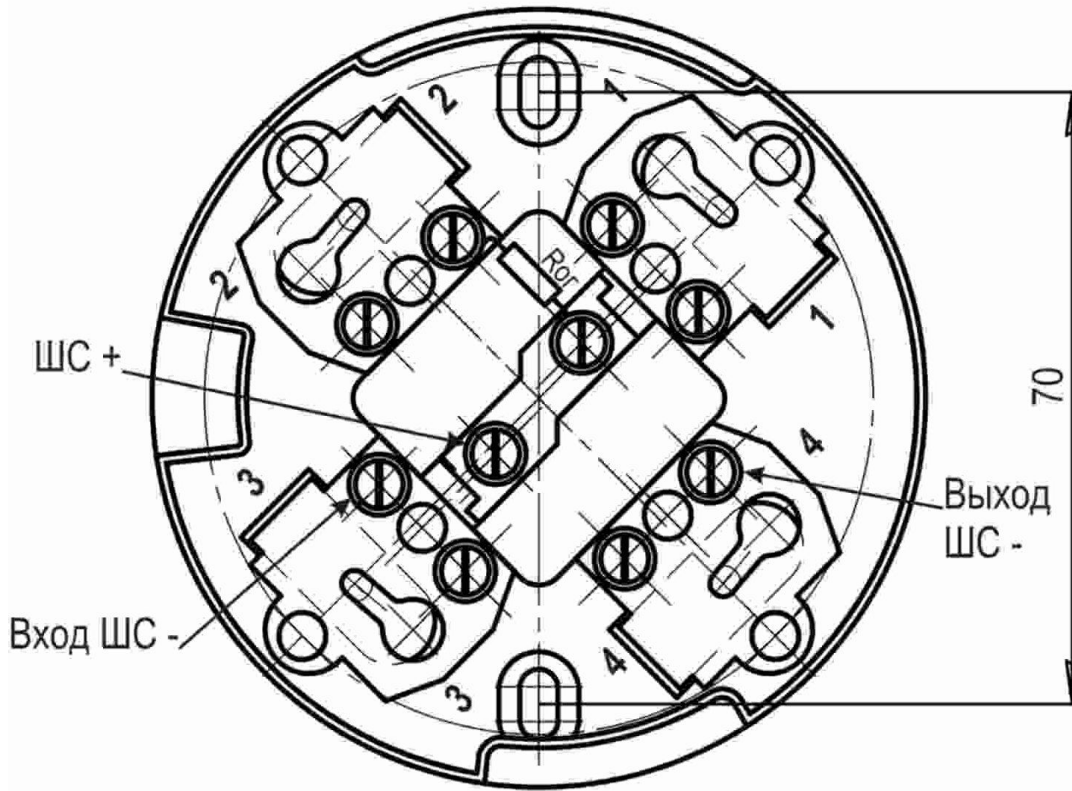

Рис. 2. Розетка извещателя. Общий вид и расположение контактов
7.4 Расположение и назначение контактов розетки для извещателей с бесконтактным выходом приведено на рис. 2.
- разметить места установки дюбелей согласно рис. 2;